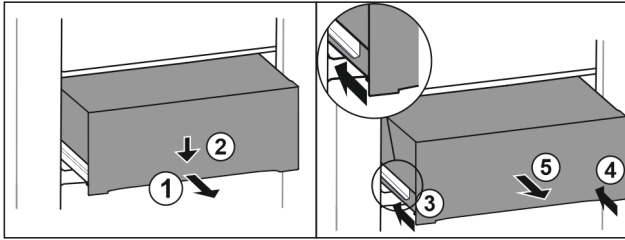

Fig. 135
- Çekmeceyi yarıya kadar dışarı çekin. Fig. 135 (1)
- Ön taraftaki çekmeceyi aşağı itin. Fig. 135 (2)
- Sol rayı yaklaşık 2 cm içeri sürün. Fig. 135 (3)
- Sağ rayı yaklaşık 2 cm içeri sürün. Fig. 135 (4)
- Çekmeceyi öne doğru çıkartın. Fig. 135 (5)